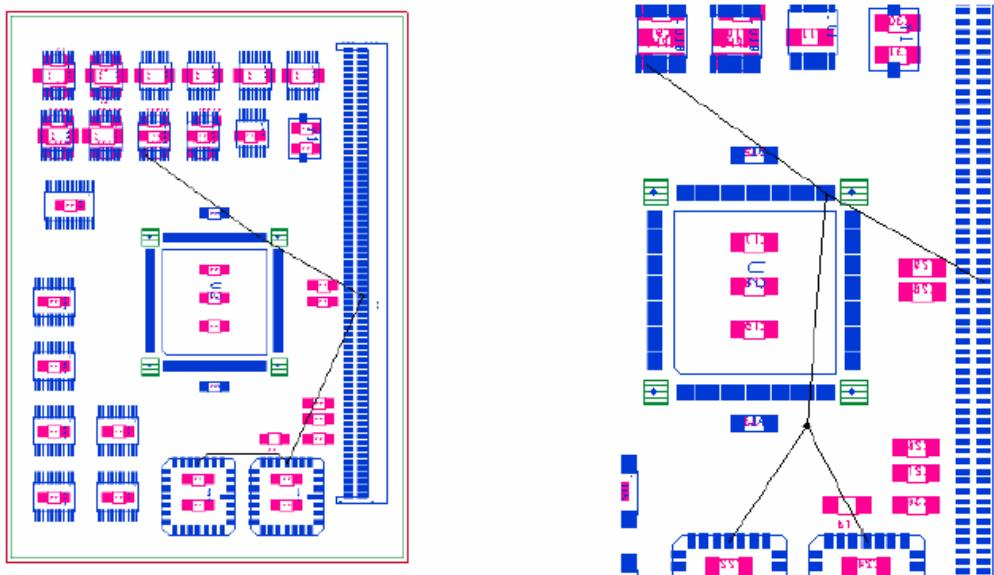

图 9-3 排序前和重新排序后的网络鼠线
7. 回到 PCB Design 界面，查看网络 A3 的鼠线已经显示出来，右键点击在弹出的菜单选择【Done】。下面将完成网络节点的重新排序，请见图 9-3 是排序前和重新排序后的网络鼠线。